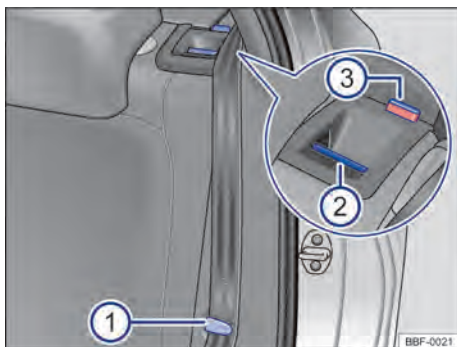

Fig. 63 En el respaldo del asiento trasero: tecla de desbloqueo.
- Encajar las bandas de los cinturones en los respectivos alojamientos en el revestimiento lateral → fig. 63 ①
- Tirar de la tecla de desbloqueo → fig. 63 ② hacia adelante y, al mismo tiempo, rebatir el respaldo del asiento trasero hacia adelante.
- La parte de respaldo del asiento trasero estará desbloqueada cuando la marca roja → fig. 63 ③ sea visible.
- La marca roja → fig. 63 ③ ya no puede ser visible.